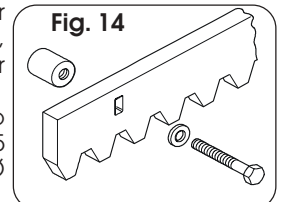

Fig. 14
4.4.2. CREMALLERA DE ACERO PARA ENROSCAR (Fig. 14)